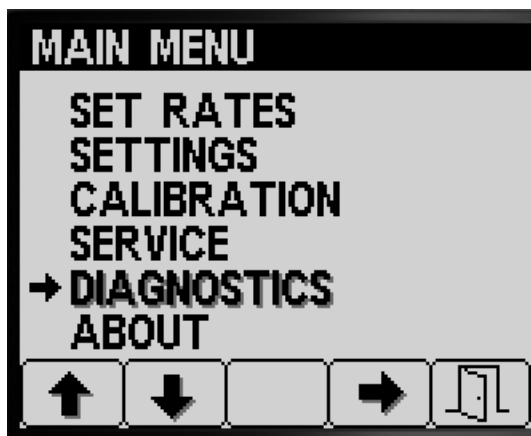

Figure 83
- Pour ouvrir l'écran Diagnostics, appuyez sur le bouton 1 ou 2 de l'écran Menu principal et naviguez jusqu'à l'option DIAGNOSTICS (Figure 83) ; voir Accès à l'écran Menu principal (page 4).
- Appuyez sur le bouton 4 pour sélectionner le sous-menu DIAGNOSTICS (Figure 83).